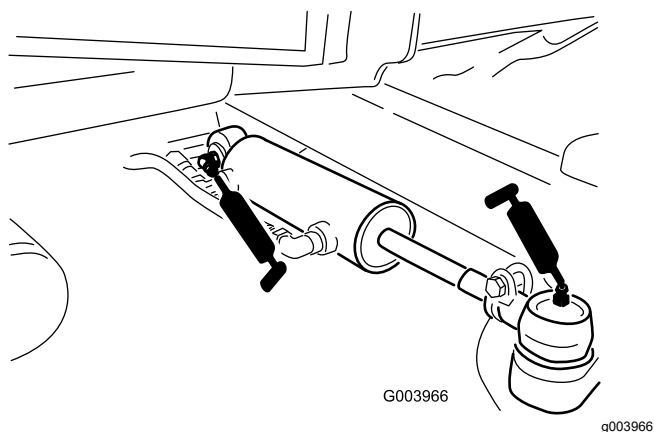

Figura 72
- Rótulas do cilindro de direção (2) (Figura 72)